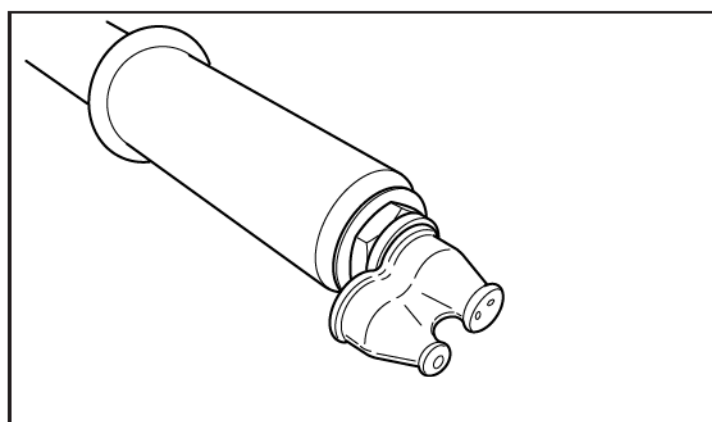

Figura 8. Instalación de la Boquilla de la Bomba
1. Determine qué patrón de rocío desea. La boquilla tiene la opción de un sólo orificio para un patrón de chorro o la opción de dos orificios para un patrón de abanico. Ver Figura 8.